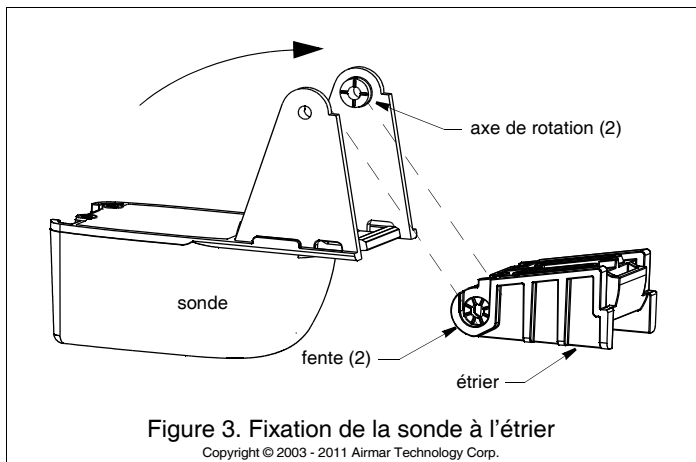

Figure 3. Fixation de la sonde à l'étrier
1. Insérez les ergots de rotation de la sonde dans les rainures au dos de l'étrier (voir Figure 3).